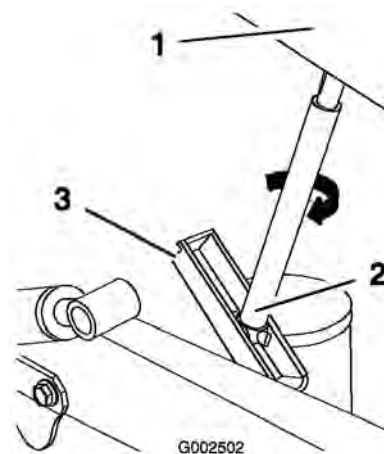

Figura 17
2. Girate l'asta di supporto di 90° e guidatela attraverso il relativo supporto (Figura 17) mentre la slitta del serbatoio viene abbassata lentamente.